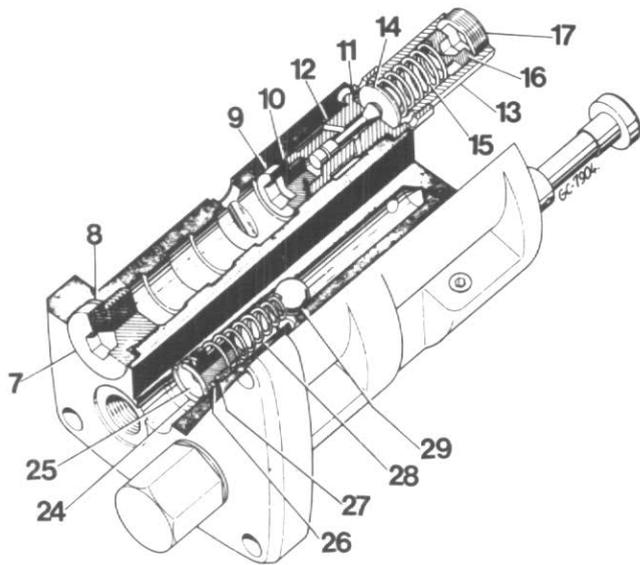

Fig. 30
Remplacez le joint torique (10, Fig. 30). Serrez le bouchon de fixation (9) légèrement. Mettez en place le clapet de sécurité du régulateur.